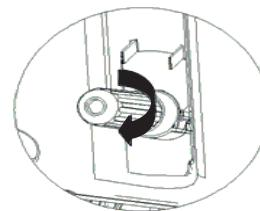

Fig.8
4. Ett klickljud signalerar att patronens tätningsring har penetrerats efter att den skruvats samman med spetsen, där efter kan gasen strömma in i ölfatet (fig. 8).